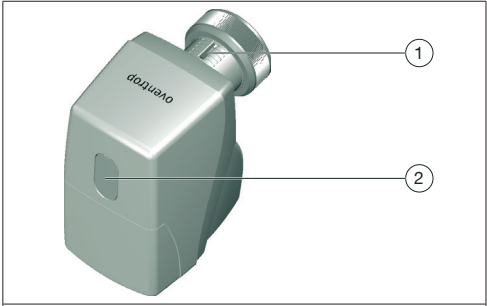
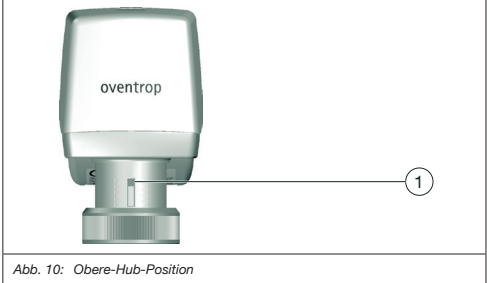

Abb. 9: Anzeige Hub-Position und Abdeckung Ventilspindel
Abb. 10: Obere-Hub-Position
Handverstellung	Nur im spannungslosen Zustand! Verstellspindel für Innensechskantschlüssel unter der Abdeckung (Position 2 in Abb. 9), Schlüsselweite 4 mm
(1)	0 V AC/DC	blau (BU)
(2)	0 V oder 24 V AC/DC	braun (BN)
(3)	0 V oder 24V AC/DC	grau (GY)
Wenn der DIP-Schalter 7 auf OFF eingestellt ist gilt folgendes Hubverhalten. (Ist der DIP-Schalter 7 auf ON eingestellt, ist das Hubverhalten invertiert!) - Der Stellantrieb fährt in die obere Hub-Position (siehe Position (1) in Abb. 10), wenn 24 V an Position/Kontakt (3) anliegen. - Der Stellantrieb fährt in die untere Hub-position, wenn 24 V an Position/Kontakt (2) anliegen.
3. Wenn sich der Stellantrieb nicht in der oberen Hub-Position befindet (siehe Position (1) in Abb. 10): Öffnen Sie die Abdeckung für die Handverstellung (Verstellspindel) (siehe Position 2 in Abb. 9) und bringen Sie den Stellantrieb mit einem Innensechskantschlüssel (Schlüsselweite 4 mm) in die obere Hubstellung.